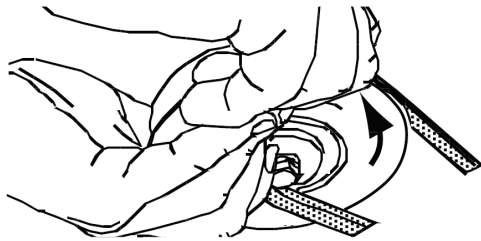

Figure 55
9. ベルトの右側を引っ張って、ベルトの狭い「V」側をPTOプリーに配置します。図55参照。